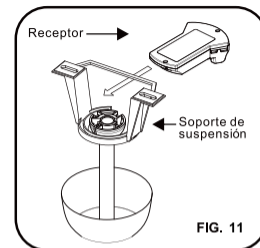

FIG. 11
Paso 1. Instale el receptor en la abrazadera de montaje, el lado plano debe quedar hacia arriba. (Fig. 11)